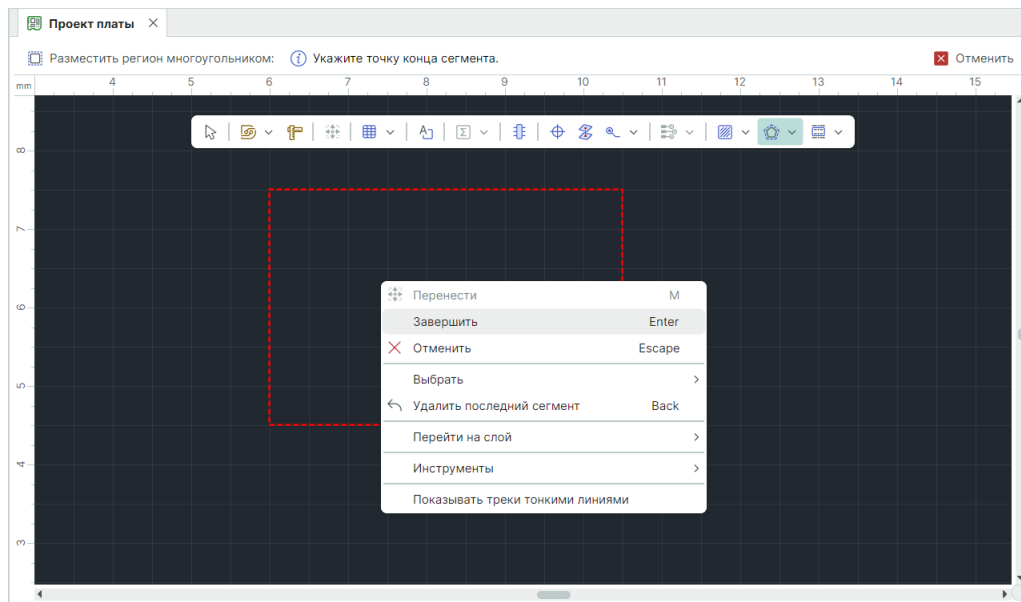

Рис. 164 Завершение формирования границы региона на плате
- Для завершения построения границы региона нажмите клавишу «Ввод» («Enter») или выберите в контекстном меню пункт «Завершить», см. Рис. 164.